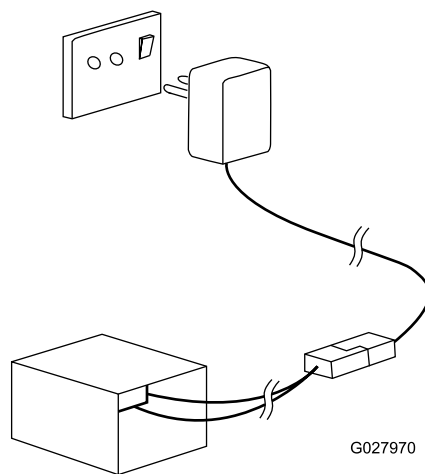

Bild 32
2. Schließen Sie das Ladegerät an eine Wandsteckdose an (Bild 32).